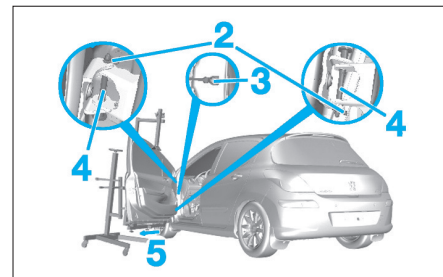

Fig. 166
- la vis (3) (Fig.166),
- les clips (2),
- les axes (4).
- Écarter la porte avant en (5).